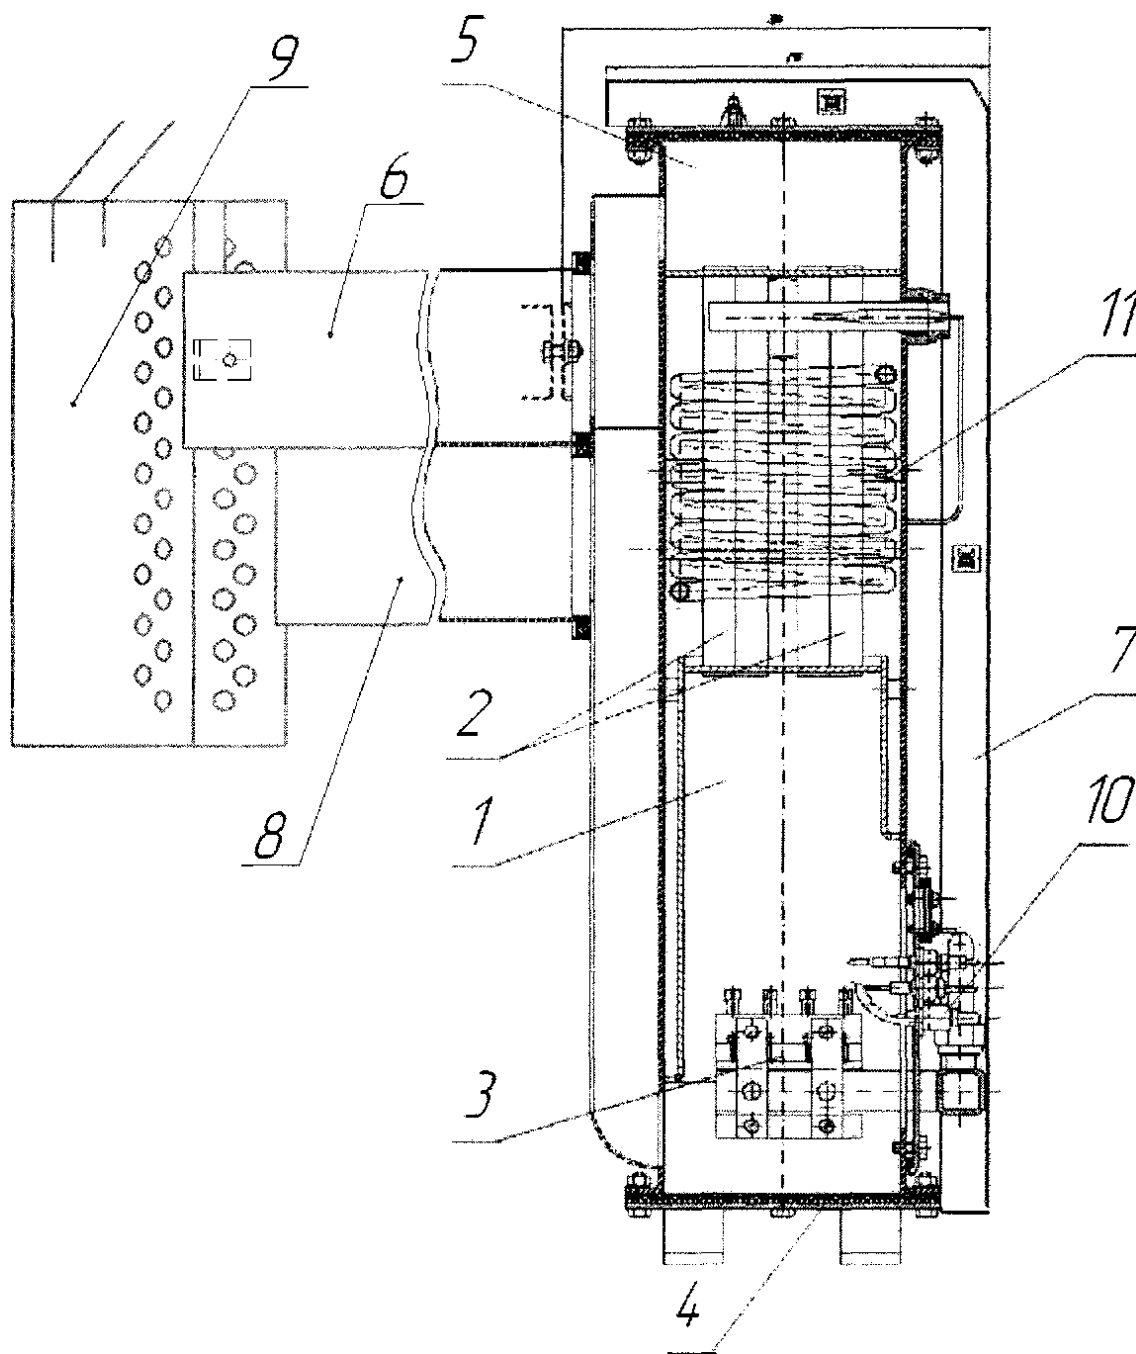

Рисунок 1- Котел опалювальний газовий КС-ГВС
5.4 **Увага: При встановленні котла, патрубків виходу продуктів згоряння 6, рисунок 1, встановити на ущільнюючий шнур, забезпечивши газощільність патрубка з котлом.**